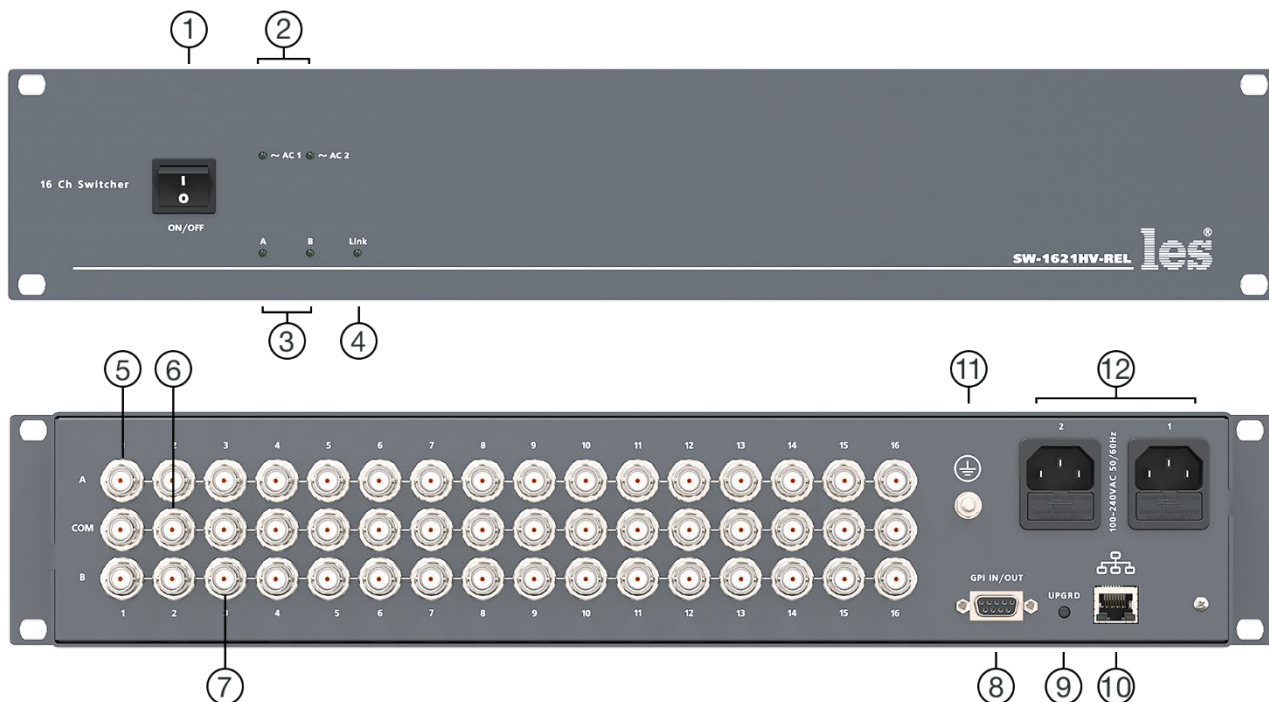

Рисунок 1
2. Подключите клемму заземления, расположенную на задней стенке, к общей шине заземления (рисунок 1, позиция 11).
5. Подключите шнуры питания к разъёмам IEC C14 (рисунок 1, позиция 12). Обратите внимание на то, что третий провод сетевого шнура используется для заземления корпуса (защитное заземление), которое рекомендуется делать единым для всего комплекса аппаратуры.
Земли входных и выходных разъёмов соединены вместе, присоединены к контакту PE блоков питания, корпусу прибора и клемме заземления (рисунок 1, позиция 11).
Все входы/выходы выведены на разъём DB9F «GPI IN/OUT» (рисунок 1, позиция 8), распиновка разъёма показана на рисунке 2.